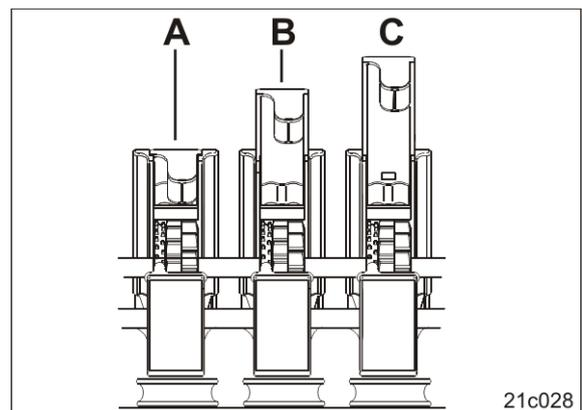

Рис. 143
2. Установите запорные заслонки (Рис. 143) на значение из таблицы (см. стр. 64).
Запорные заслонки (Рис. 143) фиксируются в одном из трех положений: